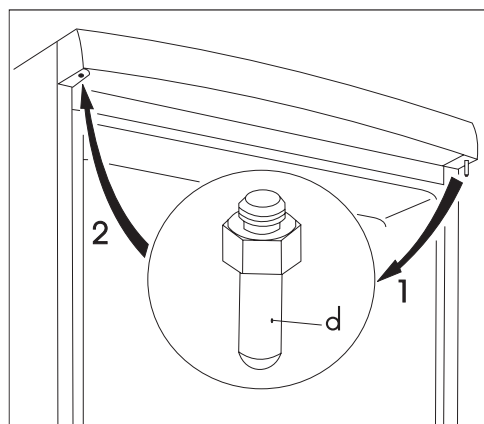

рис. 1
- Вывинтите верхнюю дверную петлю (d) холодильного отделения и снова привинтите её на другой стороне (рис. 1).